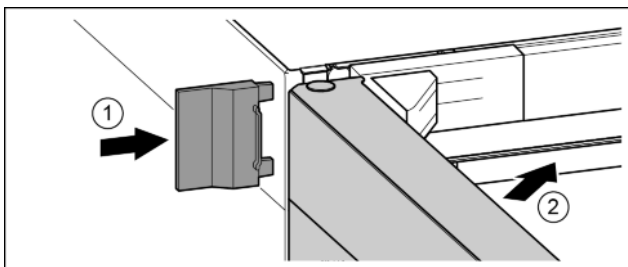

Fig. 23
- ▶ Vnější kryt nasuňte. Fig. 23 (1)
- ▶ Zavřete horní dveře. Fig. 23 (2)